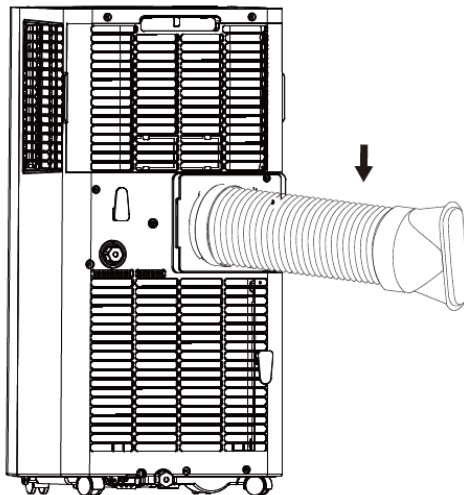

Fig.1
- Vissez le tuyau d'évacuation d'air (avec l'adaptateur) à la sortie d'évacuation d'air à l'arrière de l'appareil (dans le sens inverse des aiguilles d'une montre, fig. 1).